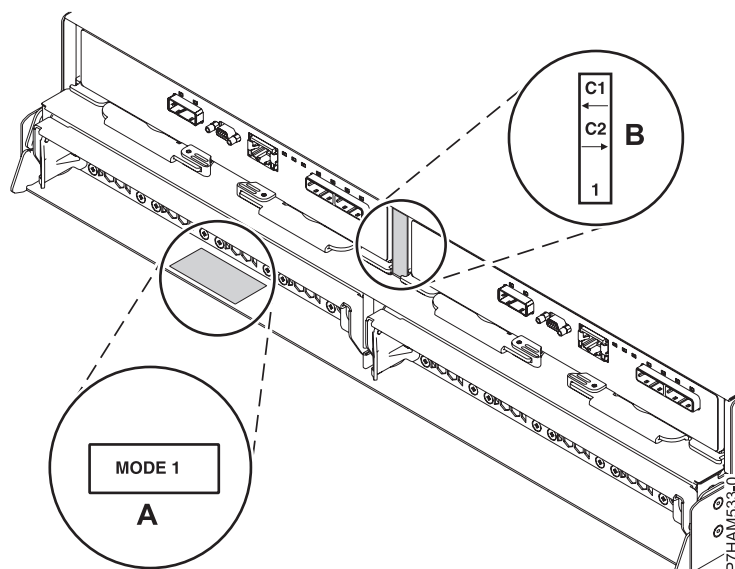

Figure 35. Emplacements des autocollants de mode à l'arrière du boîtier d'unité de disque 5887
1. Confirmez le mode défini en usine du boîtier d'unité de disque 5887 en utilisant les informations imprimées sur les autocollants situés à l'arrière du boîtier. Les autocollants sont apposés sur le panier inférieur gauche du châssis (**A**) et sur le support central situé entre les modules ESM (**B**). Ils indiquent si le boîtier est défini sur le mode 1, le mode 2 ou le mode 4. Pour plus de détails, voir figure 35.